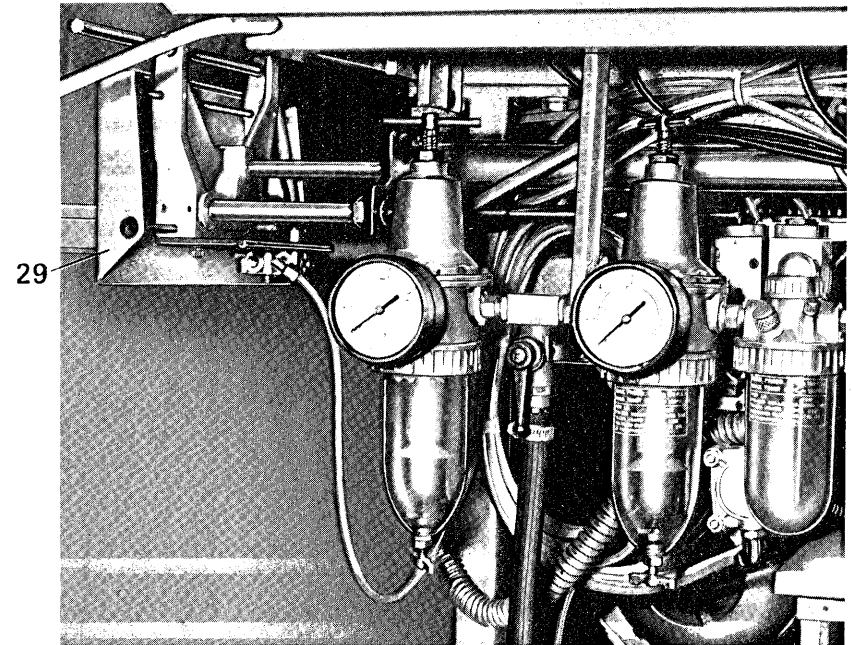

Fig. 10
- 16) Un groupe de contrôle de l'air (fig.10)